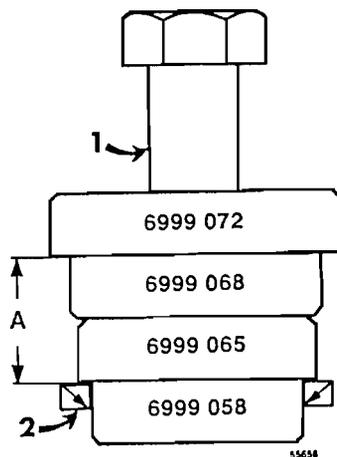

Fig. 237
Véase la fig. 237
- 7 Poner un nuevo anillo de estanqueidad inferior\* en un mandril que se haya ensamblado según la fig. 237.